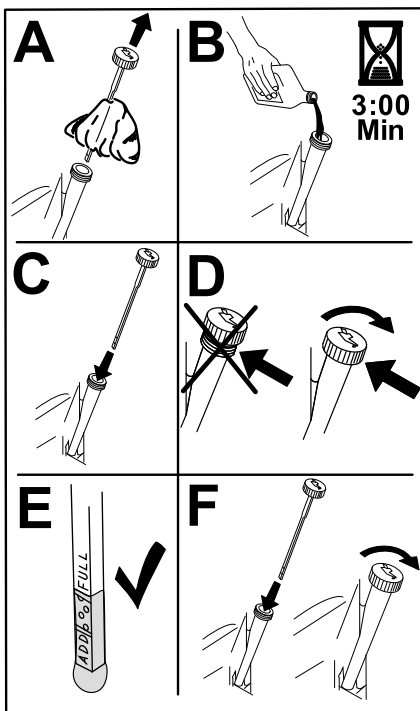

Bild 51
6. Gießen Sie langsam ungefähr 80 % der angegebenen Ölmenge in den Einfüllstutzen und füllen Sie dann vorsichtig mehr Öl ein, um den Ölstand an die Voll-Markierung zu bringen (Bild 51).